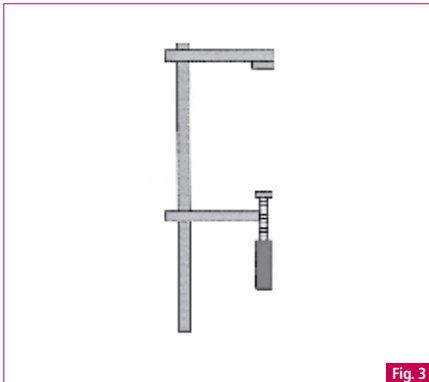

Fig. 3
- konkav verzogen ist. Wenn die Platte an den Kanten nach unten (Abb. 3) und mehr als 1,5 mm pro Meter (Abb. 3) verzogen ist, wenden Sie sich an Ihren HI-MACS® Lieferanten zur Überprüfung und falls nötig zum Produktaustausch.
- Lange Schraubzwingen (C-Klemmen). (Abb. 3).